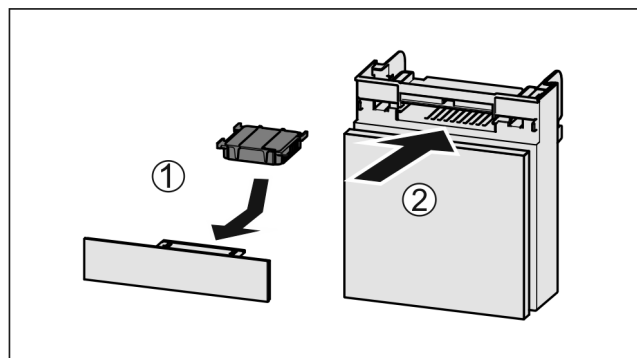

Fig. 129
- ▶ Pange Fig. 129 (1) aktiivsõefilter joonise järgi sisse.
- ▶ Lükake Fig. 129 (2) laegas sisse.